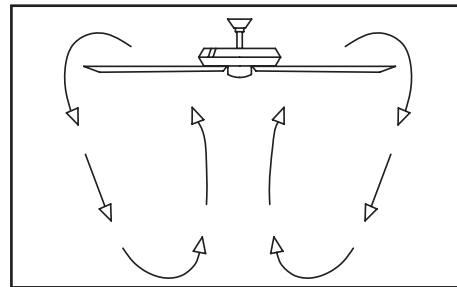

Figura 25
**Clima frío** - (Reversa) Un flujo de aire hacia arriba desplaza el aire cálido lejos del techo, como se muestra en la Figura 25. Esto permite fijar tu unidad de calefacción en configuración más baja sin afectar tu comodidad.